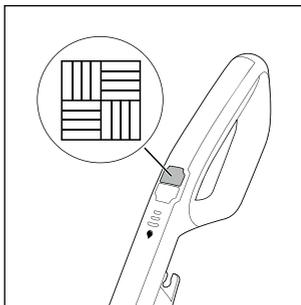

Fig. 13
- ◆ Appuyez sur l'interrupteur sol dur  **14** pour allumer l'appareil (voir fig. 13). La LED de l'interrupteur sol dur  **14** s'allume en bleu.
- ◆ Appuyez à nouveau sur l'interrupteur sol dur  **14** pour éteindre l'appareil (voir fig. 13).